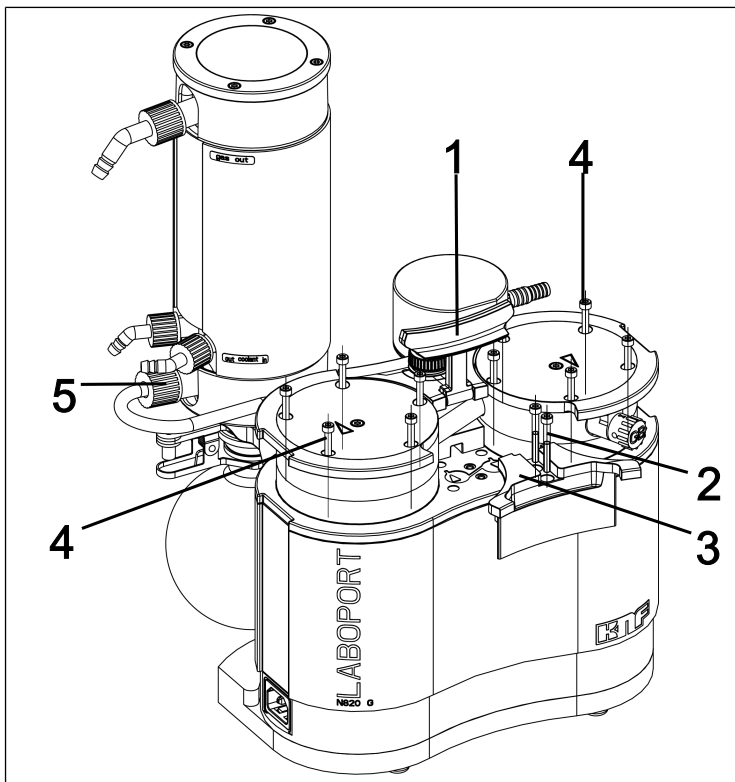

Fig.12: Smontaggio della copertura impugnatura
3. Allentare il dado a risvolto del collegamento tubo flessibile (5/ Fig. 12) dal componente del sistema per vuoto.
4. Portare l'impugnatura (1/ Fig. 12) in posizione verticale.
5. Allentare le due viti (2/ Fig. 12) della copertura impugnatura (3/ Fig. 12).
6. Rimuovere la copertura impugnatura (3/ Fig. 12).
7. Allentare le 10 viti con testa esterne (4/ Fig. 12) su entrambe le teste della pompa.
8. Prelevare le 10 viti con testa esterne (4/ Fig. 12) da entrambe le teste della pompa.
1. Contrassegnare la piastra di spinta (2), il coperchio testa (3) e la piastra intermedia (6) con un tratto a matita continuo. In tale modo si preverrà un successivo montaggio errato delle parti.
2. Prelevare le viti esterne (4/ Fig. 12) dalle teste della pompa.
9. Introdurre le 10 viti con testa esterne (4/Fig. 12) nella testa della pompa e serrarle in sequenza incrociata (coppia di serraggio: SH/SR820G: 4 Nm; SR/SH840G: 5 Nm)
- i** Qualora le viti esterne (4/Fig. 12) non si possano introdurre nella testa della pompa, allentare la vite con testa interna (1) e verificare che il coperchio testa (3) sia correttamente posizionato sulla piastra intermedia (6).
11. Serrare manualmente il dado a risvolto del collegamento tubo flessibile (5/Fig. 12) sul condensatore (2/Fig. 3).
1. Montare la copertura impugnatura (3/ Fig. 12).
2. Serrare le viti (2/ Fig. 12) della copertura impugnatura (3/ Fig. 12) (coppia di serraggio: 2 Nm).